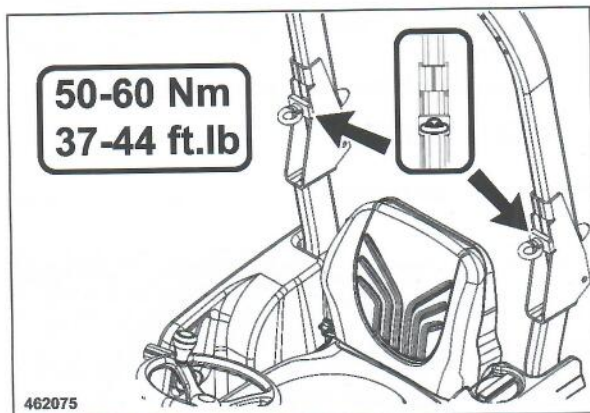

Fig. 55
- Fold up the foldable ROPS (Fig. 55).